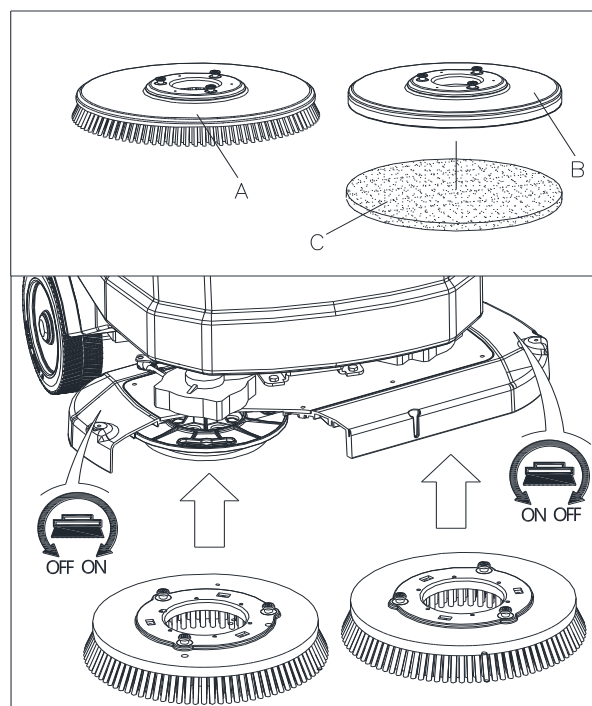

Figure 9
Installer soit la brosse (A, Figure 9) ou le support de disque (B et C, Figure 9) selon le type de sol à nettoyer.
2. Mettre le régulateur de vitesse (48) sur ralenti en le tournant dans le sens anti-horaire.
3. Placer les brosses (A, Figure 9) ou le support de disque (B) sous le plateau.
4. Utiliser la méthode manuelle en tournant la brosse/support de disque dans le sens contraire du sens de rotation normal. L'installation peut alors avoir lieu. (cf. la Figure 9)